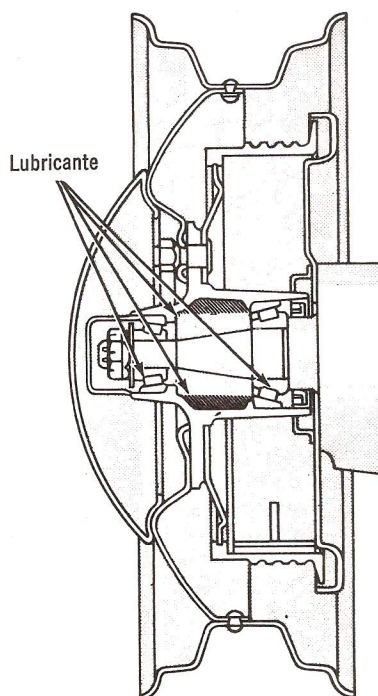

Fig. 5 — Lubricación de Cubo de Rueda Delantera. Típico.
5. Empaque el interior del cubo con el lubricante especificado para cojinetes de rueda. Agregue lubricante al cubo únicamente hasta que quede al ras con el diámetro interior de ambas tazas de cojinete. (Fig. 5).